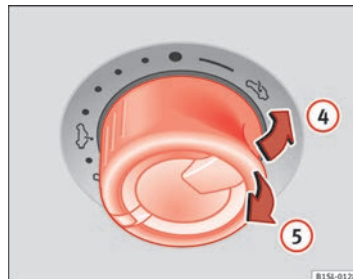

Fig. 27 No tejadilho interior: rodar o comando para levantar o tecto e fechá-lo.
- Antes de que decorram aprox. 5 segundos desde a activação do limitador de força, puxe o comando ⇒ Fig. 27 ⑤ até que o tecto de abrir e deflector esteja completamente fechado.